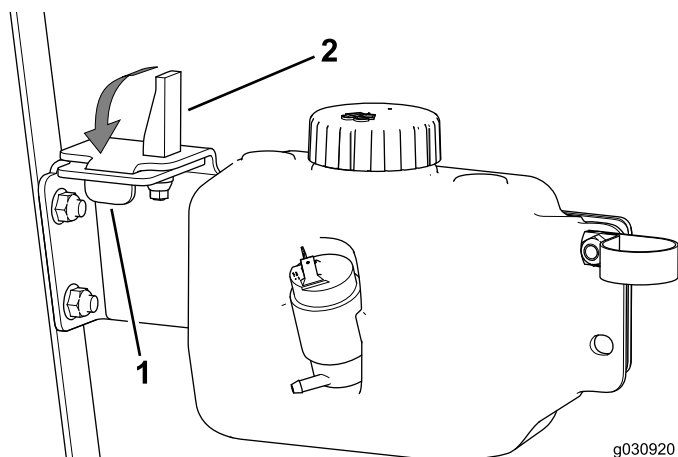

Bild 36
5. Setzen Sie die Nase in den Schlitz und die Ausdehnungsriegel-Büchse in das Loch in der Behälterplatte (Bild 36).
6. Drehen Sie den Hebel des Ausdehnungsriegel nach unten (Bild 36).